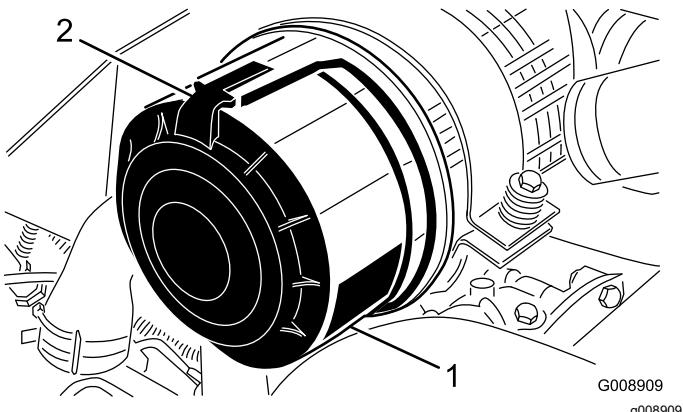

Figure 51
- Desserrez les fixations qui maintiennent le couvercle sur le boîtier du filtre à air (Figure 51).